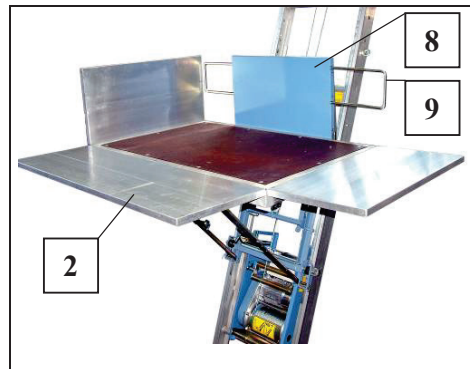

Рис. 53 Регулировка бортовых стенок
- Также может быть откинута передняя бортовая стенка (8) (для более легкой разгрузки на верхнем конце лестничного полотна).
- Сдвинуть защитную скобу (9) вовнутрь (см. Рис. 53).
- Приподнять бортовую стенку (8) вверх, опустить и сдвинуть в раму платформ.